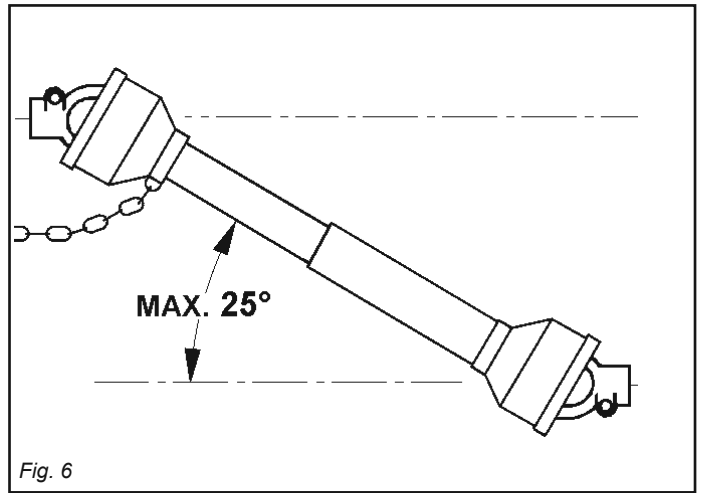

Fig. 6
- 8) Desactivar, siempre, la toma de fuerza cuando el árbol cardánico hace un ángulo demasiado abierto (nunca superar los 10 grados - Fig. 6) y cuando no la usamos.